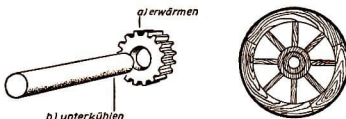

Bild 2 Preßpassung
2. Welches physikalische Gesetz wird beim Herstellen von Preßpassungen (siehe Bild 2) ausgenutzt?